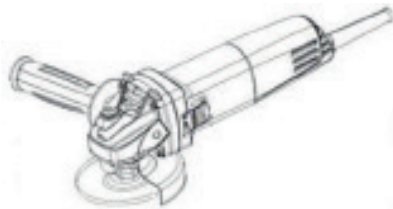

FIGURA 6
11.3. Para soltar, suavemente pressione e solte o botão Liga/Desliga. (FIGURA 6)